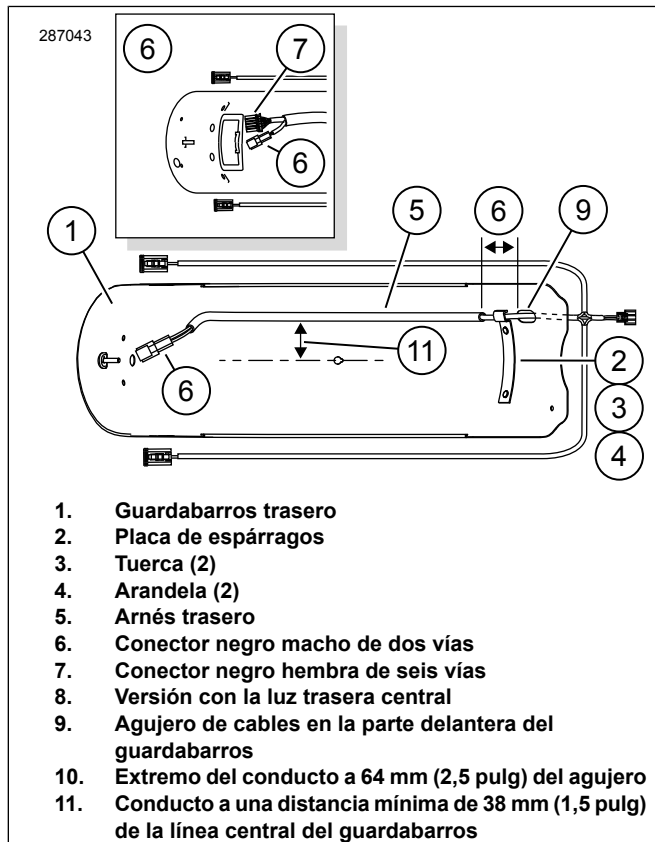

Figura 3. Instalación del arnés del guardabarros trasero
1. Vea Figura 3. Limpie la superficie con una mezcla de 50% de alcohol isopropílico y 50% de agua destilada. Dejar secar completamente. No utilice solventes o químicos fuertes que puedan dañar las superficies pintadas.
2. Desmonte la placa de espárragos (2) del guardabarros de equipo original y con el canal más cercano al agujero de cables, sin apretar, arme la placa en la parte delantera interior del guardabarros con las tuercas (3) y las arandelas (4) de equipo original. No los apriete completamente.